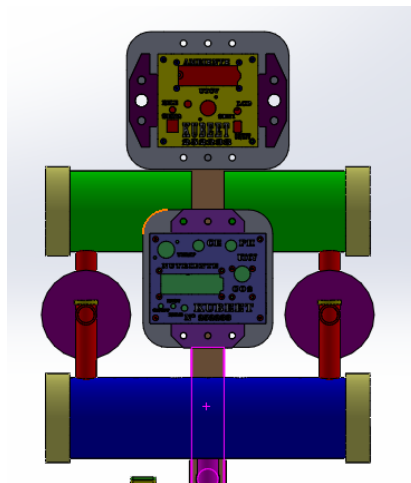

Figura 4 Vista frontal de los vectores de cultivo y sus conexiones
La posición elevada del tubo de conexión posterior, sirve para ayudar a causar el flujo del nutriente por efecto de la gravedad, mientras que el tubo frontal (1), se encuentra en una posición más baja para evitar que los vectores se llenen y cause fugas por los orificios en donde se colocarán las canastillas (3) para las plantas. En la **Figura 4** se puede notar mejor esa diferencia de altura entre los tubos conectores.